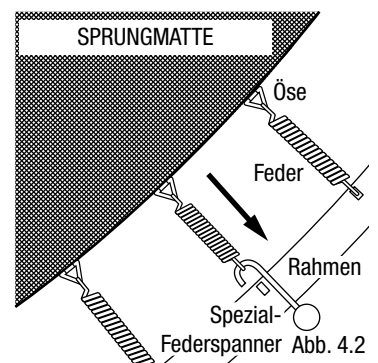

Abb. 4.2
- Breiten Sie die Sprungmatte (1) mit der bedruckten Seite nach oben im Rahmen aus.
- Wählen Sie auf dem Rahmenrohr einen beliebigen Punkt aus (nennen Sie ihn NULL). Befestigen Sie zunächst eine Feder (7) in derselben Richtung und im selben Winkel am Rahmen, wie in Abb. 4.2 dargestellt. Haken